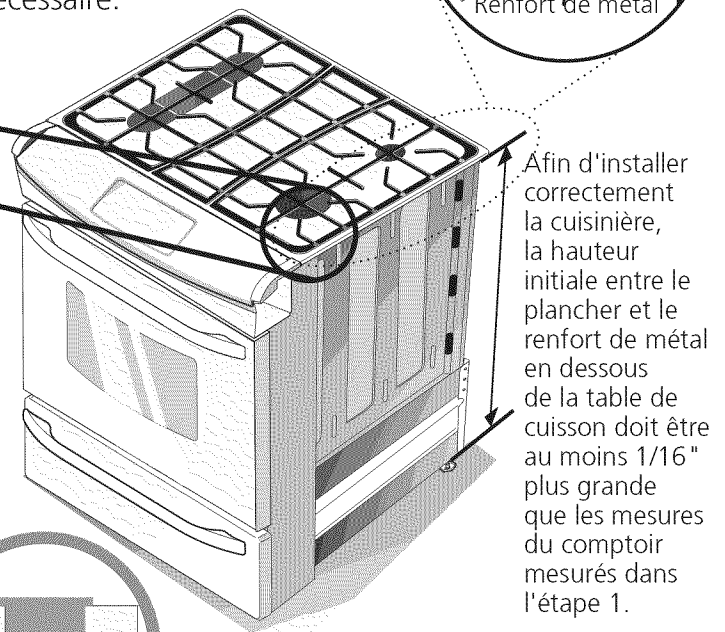

Figure 2
- 3 Placez l'appareil à niveau en utilisant les quatre (4) pattes de nivellement afin que la hauteur entre le plancher et le renfort de métal en dessous de la table de cuisson soit plus grande de 1/16" que la plus grande mesure H1-4 (voir figure 2).
- 6 Le renfort de métal en dessous de chaque côté de la table de cuisson **DOIT** reposer sur le comptoir pour que l'appareil soit bien supporté. La table de cuisson ne doit **PAS** toucher directement le comptoir (voir figure 2), sinon cela pourrait provoquer un bris de la table qui annulera la garantie. Nivelier l'appareil si nécessaire.